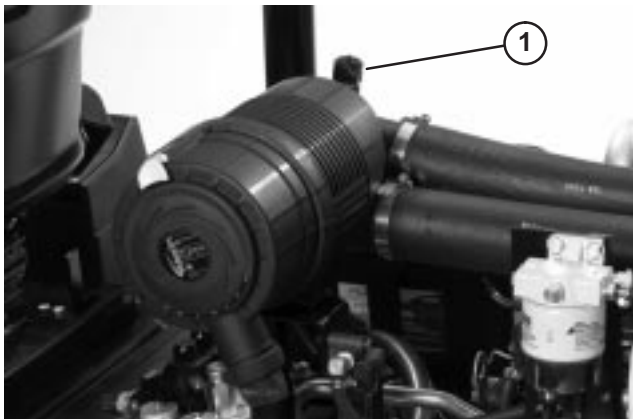

Figure 43
Faites l'entretien des filtres à air quand l'indicateur de colmatage (Fig. 43) est rouge ou toutes les 400 heures (plus souvent s'il y a beaucoup de poussière ou de saleté). N'effectuez pas l'entretien du filtre à air plus souvent.
8. Réarmez l'indicateur de colmatage (Fig. 43) s'il est rouge.